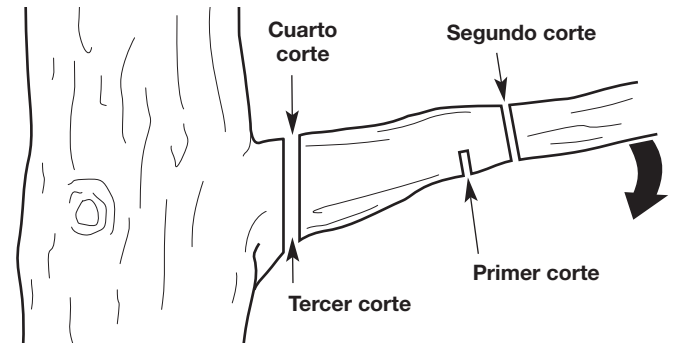

Fig. 34
1. Realice el primer corte aproximadamente a 6 pulgadas (15 cm) del tronco del árbol. Corte hacia arriba, desde la parte de abajo de la rama. Use la parte superior de la barra de guía para hacer este corte. Corte hasta un tercio del diámetro de la rama (Fig. 34).
2. Haga el segundo corte de 2 a 4 pulgadas (5 - 10 cm) más afuera en la rama. Corte hacia abajo, desde la parte de arriba de la rama. Use la parte inferior de la barra de guía para hacer este corte. Corte atravesando totalmente la rama (Fig. 34).
3. Haga el tercer corte lo más cerca posible del tronco del árbol. Corte hacia arriba, desde la parte de abajo del muñón de la rama. Use la parte superior de la barra de guía para hacer este corte. Corte hasta un tercio del diámetro de la rama (Fig. 34).
4. Realice el cuarto corte directamente encima del tercero. Corte hacia abajo, desde la parte de arriba del muñón de la rama. Use la parte inferior de la barra de guía para hacer este corte. Corte atravesando totalmente el muñón de la rama hasta alcanzar el tercer corte (Fig. 34). Así se retira el muñón de rama.